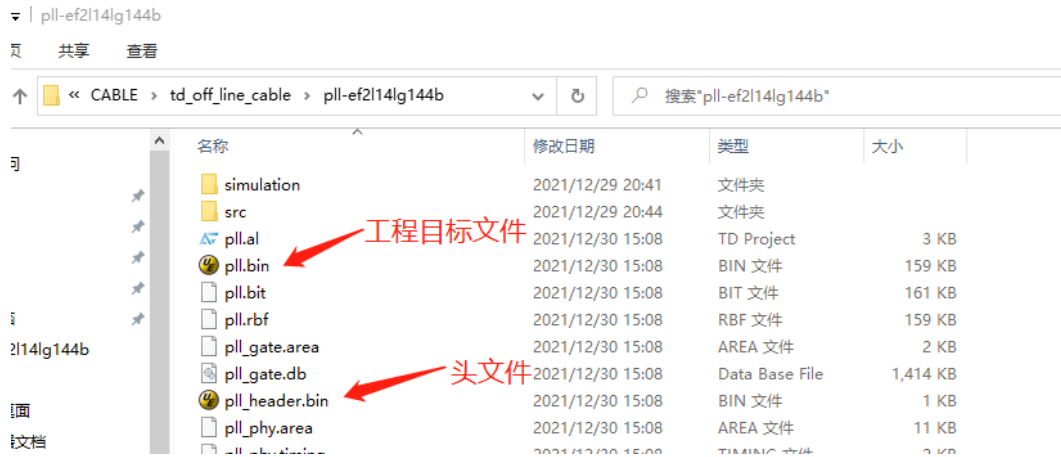

图 3-3 离线普通模式需要的 Bin 文件
2. 打开 TD 软件 Download 界面，将图 3-3 中两个 bin 文件添加到下载界面；